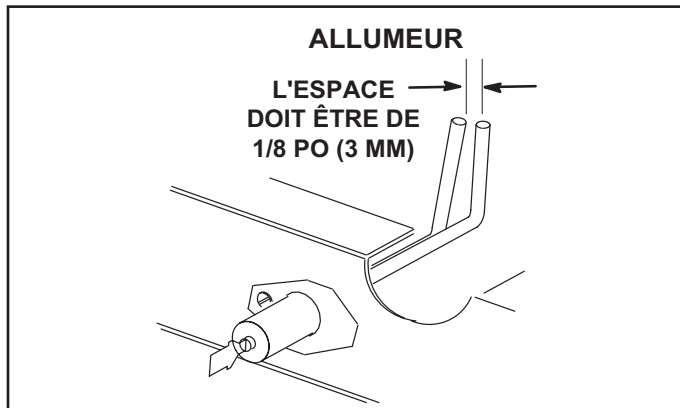

FIGURE 33
- 5 - Localiser l'allumeur sous le brûleur droit. Vérifier l'écartement des contacts à l'aide de mèches hélicoïdales ou de jauges d'épaisseur de la taille appropriée. Voir FIGURE 33.